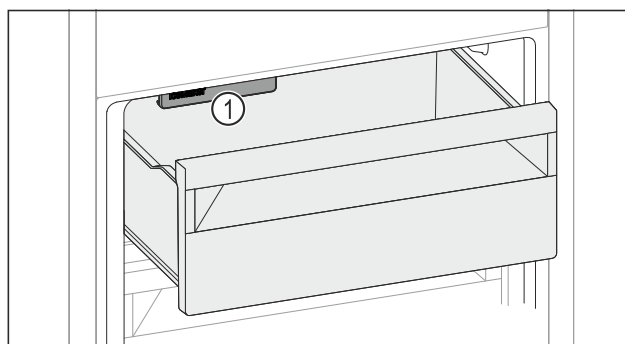

Fig. 223
- ▶ 请考虑 IceMaker Fig. 223 (1)。